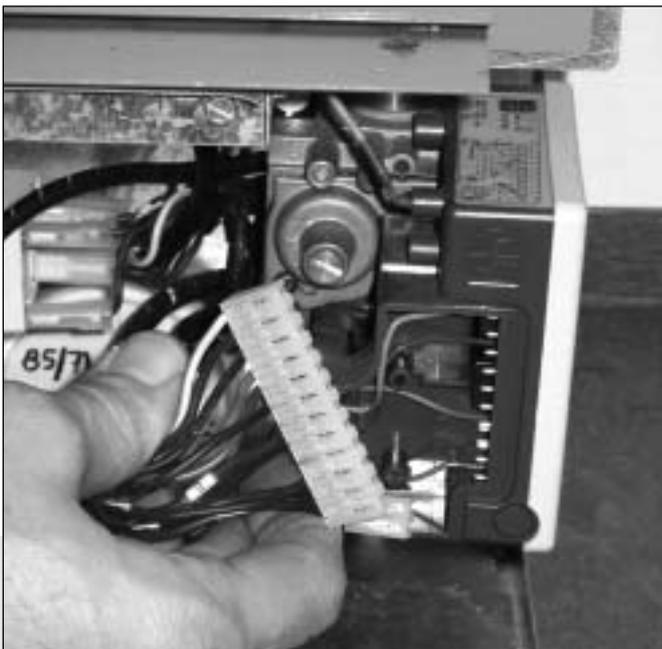

Fig. 16
- Trek de 2 schroeven uit de automatische ontsteking (zie Afb. 16)